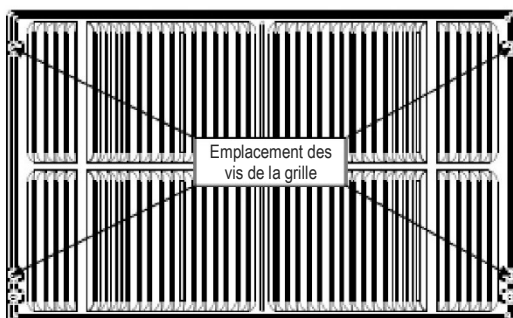

Fig. 2
4. Si l'appareil n'a pas été prépercé (certains modèles), percez des trous de $4-1/8 po$ à travers la grille et la bride latérale de l'appareil à une distance comprise entre $1\frac{1}{2} po$ et $2 po$ environ du haut et du bas, comme indiqué dans les Fig. 2, 3.